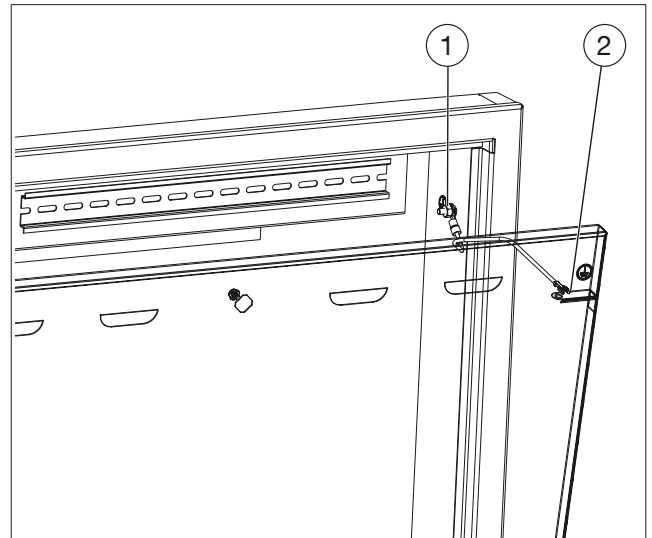

Abb. 8: Erdung der Tür
1. Verbinden Sie den zentralen Erdungspunkt (siehe Abb. 8 auf Seite 9 (1)) über ein Kabel mit der Potentialausgleichsschiene des Gebäudes.
Der zentrale Erdungspunkt befindet sich an der rechten Seitenwand des Aufputzschrankes (siehe Abb. 8 auf Seite 9).
2. Verbinden Sie ebenfalls den Erdungspunkt der Tür (siehe Abb. 8 auf Seite 9 (2)) mit dem zentralen Erdungspunkt (1).